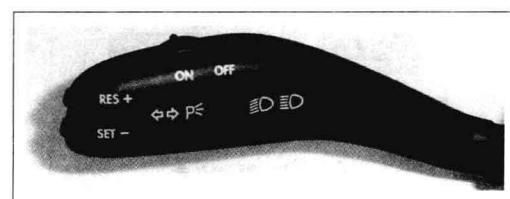

图 1-15 巡航控制(CC)开关
(2) 换档模式选择开关
① 经济模式(ECONOMY)：当车辆在城市道路行驶时，接通经济模式，其换档规律应能使发动机转速经常处于经济转速范围，从而提高燃油经济性。
② 动力模式(POWER)：当车辆上坡、在山路上行驶或希望发动机在高转速下工作时，可选择动力模式，此时车辆加速能力很强。
③ 标准模式(NORMAL)：另外有些车辆设定的模式分别是 MANUAL、ECONOMY、POWER 或 POWER、COMFORT、AUTO 及 SNOW 等。其中 MANUAL 为手动换档模式，在雨雪、泥泞路面或湿滑路面起步，并要求换档固定的情况下使用手动换档模式。COMFORT 为舒适换档模式，这个模式相当于 ECONOMY 模式。当节气门迅速打开时，换档模式会自动转换到 POWER 模式。当节气门开度小于 1/8 时，又由 POWER 模式自动转换为 ECONOMY 模式。AUTO 为自动模式，它是介于舒适和动力模式之间的一种模式。SNOW 为雪地模式，当车辆在冰雪路面行驶时，选择雪地模式以防驱动轮打滑。
(3) 巡航控制(CC)开关 巡航控制开关一般安装在转向柱或仪表板上，巡航控制系统自动控制汽车以稳定车速持续行驶，使驾驶操作简便、节省燃油。当驾驶者关闭巡航控制开关或使用制动时，巡航控制随即解除，如图 1-15 所示为巡航控制(CC)开关。
(4) 保持(HOLD)开关 HOLD 实际上是一个定档行驶控制开关。当 HOLD 开关断开时，各档位自动变速；接通 HOLD 开关时，行星齿轮机构的档位完全由选档手柄的位置决定。
(5) S4 控制开关 在许多运动型跑车上都设有 S 档位，打开 S4 档控制开关，自动变速器就能自动换到 4 档。S4 控制开关只在 S 档位起作用，当采用 S4 控制时，相当于其他车型的动力换档模式。